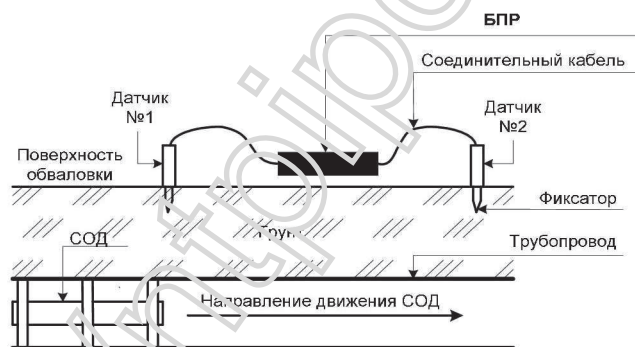
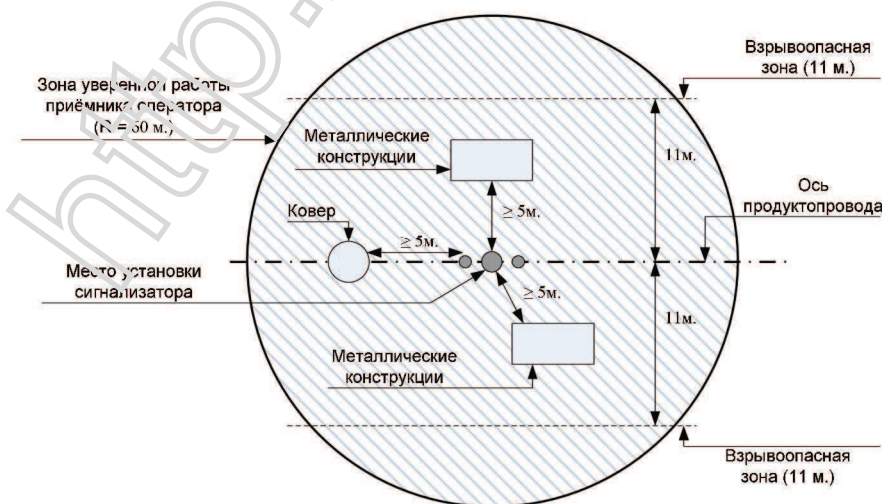

Рис. 9 – Схема установки переносного сигнализатора «Репер-3В».
Рис. 10 – Схема установки переносного сигнализатора «Репер-3В» относительно коверов и других металлических конструкций.
2.3.2 Установить сигнализатор на поверхность обваловки, непосредственно на ось трубопровода, как показано на Рис. 9. Сигнализатор устанавливать на расстояние не менее 5 метров от коверов и других металлических конструкций, как показано на Рис. 10. Разнести вдоль оси трубопровода датчики на длину кабеля один влево другой вправо от БПР. **Датчик № 1 поставить первым на встречу движения СОД.** Номера датчиков указаны на передней панели БПР. Зафиксировать датчики вертикально, путём погружения фиксаторов в грунт. После установки датчиков, для обеспечения корректной работы сигнализатора, необходимо выполнить следующие рекомендации: